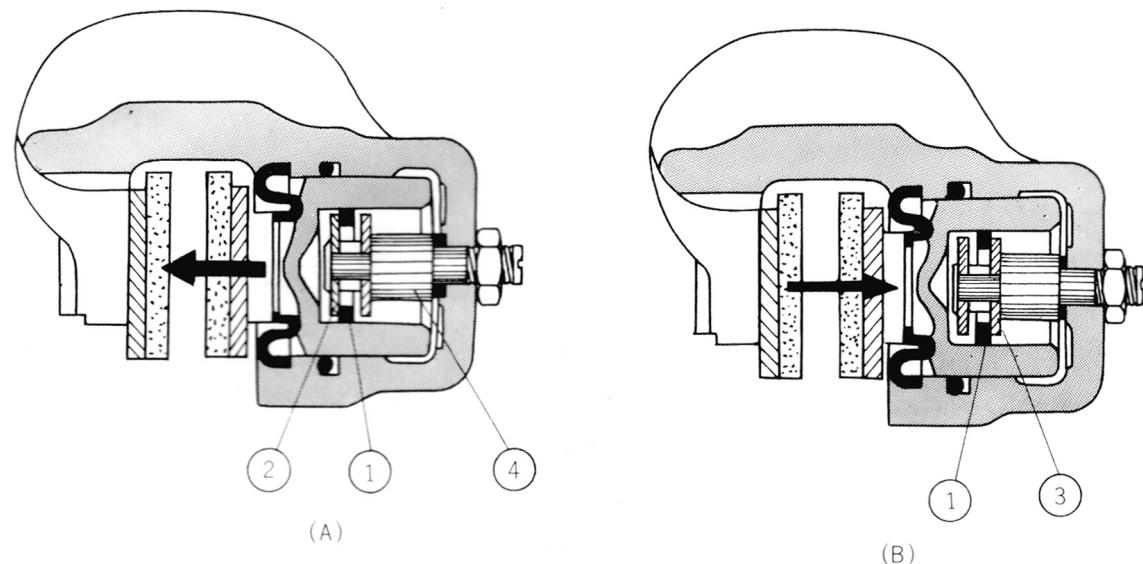

図 7・3 自動調整装置作動図
自動調整装置は図7・3に示すとおりピストン内部に組込まれており、常にブレーキ・オイルがこの周りに充満しています。構成部品はシリンダ頭部に固定されたスピンドル④と、このスピンドルの頭部にスベーサをはさんで組まれた2個のワッシャ②、③およびこれらワッシャの間をピストンと共に移動するフリクション・リング①等からなっています。